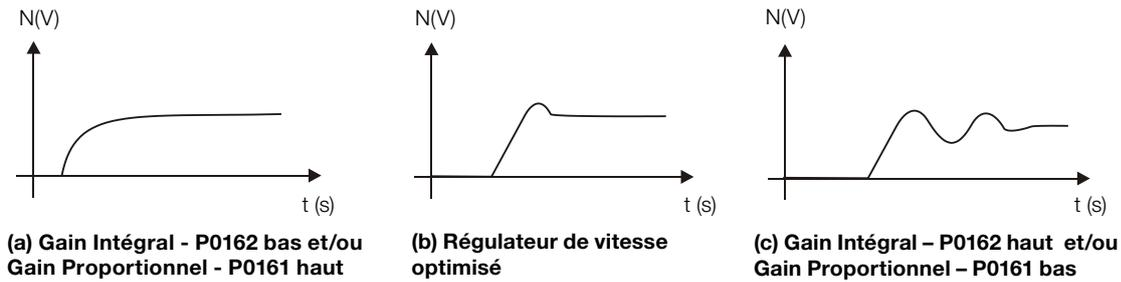

Figure 11.4: (a) à (c) Types de réponse du régulateur de vitesse
6. Vérifiez dans les options de la Figure 11.4 quel est la forme d'onde qui meilleur représente le signal lu.
7. Réglage P0161 et P0162 en fonction du type de réponse présentée dans la Figure 11.4.